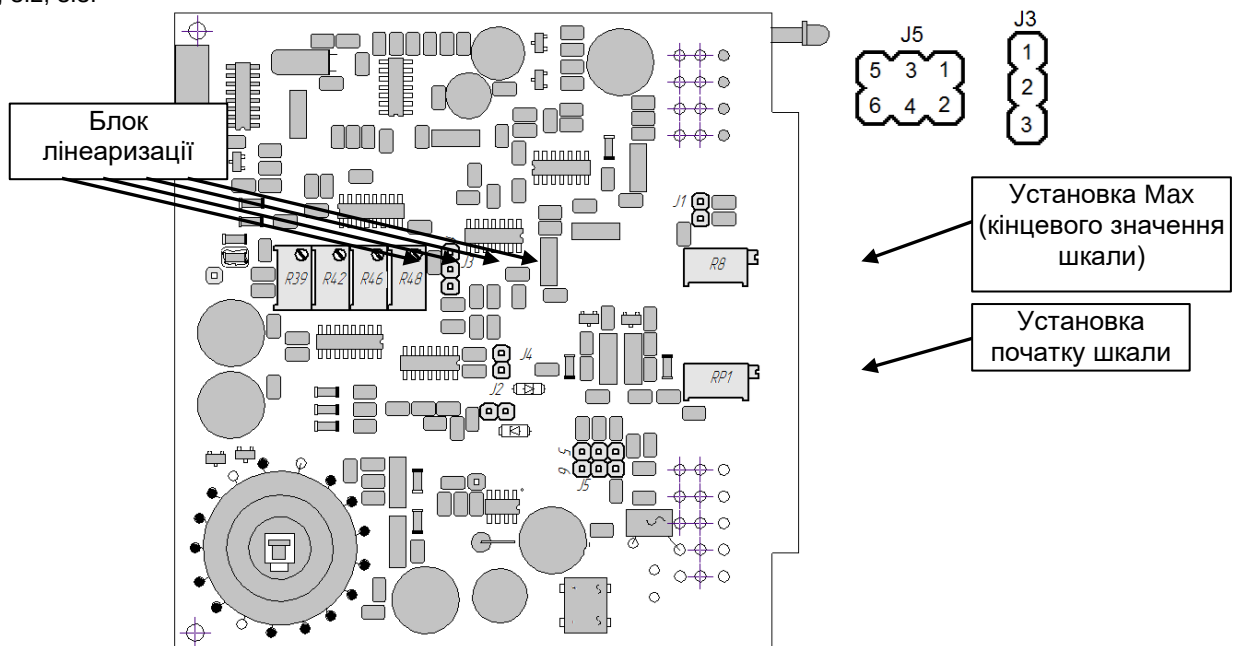

Рисунок 3.2 – Схема розташування органів регулювання та елементів перебудови БПВІ-1
3.2.4 Для зміни налаштувань БПВІ-1 на інші вхідні/вихідні сигнали використовуйте рисунок 3.2 та таблиці 3.1, 3.2, 3.3.